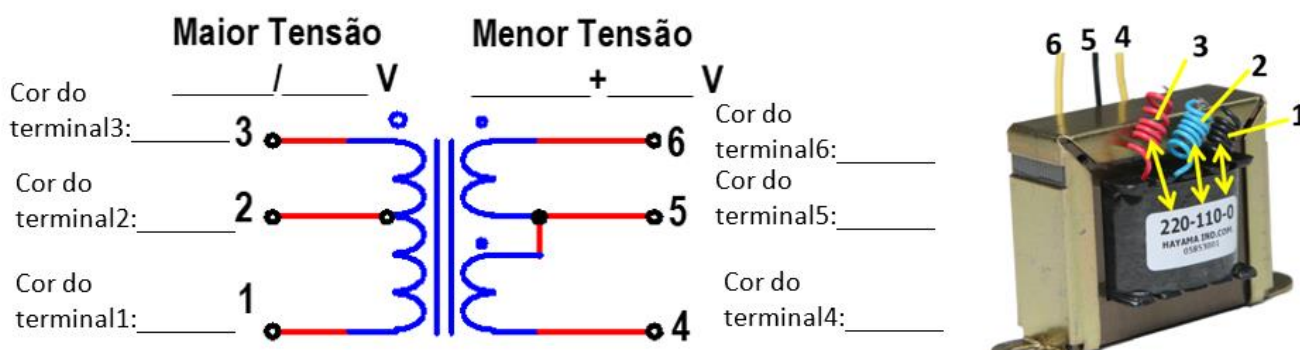

Figura 1: Símbolo do transformador de tampa central. Fonte: (MORAES, 2023)
3.3.1. LEIA A ETIQUETA DO TRANSFORMADOR PARA LIGÁ-LO CORRETAMENTE. Na Figura 1, escreva no espaço ao lado os números, o nome das cores dos respectivos níveis de tensão impressos na etiqueta.